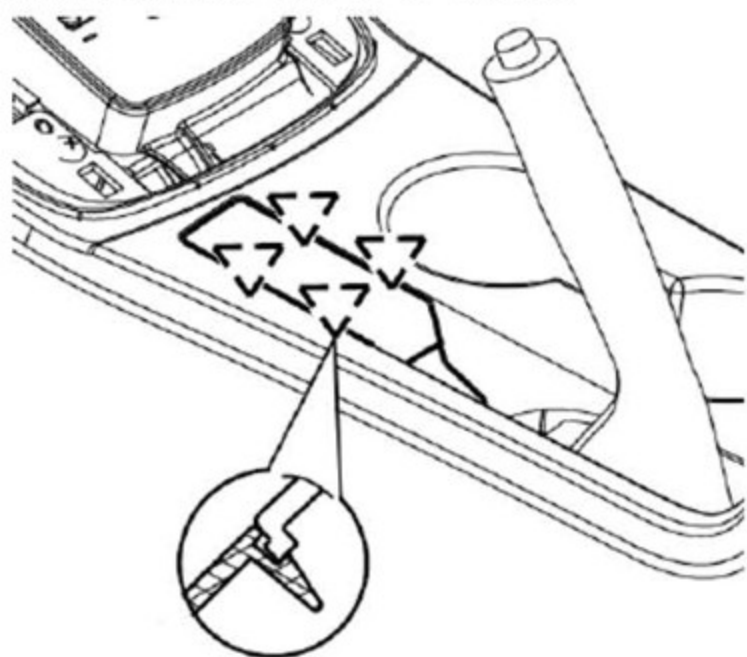

图6-2-4 手刹护板橡胶挡块总成的拆卸(2)
(2) 用一字螺丝刀小心沿手刹护板橡胶挡块总成与副仪表板本体配合边缘撬起橡胶挡块，直至将两者之间的卡脚配合结构完全松开，再取下手刹护板橡胶挡块总成。如图6-2-4所示；